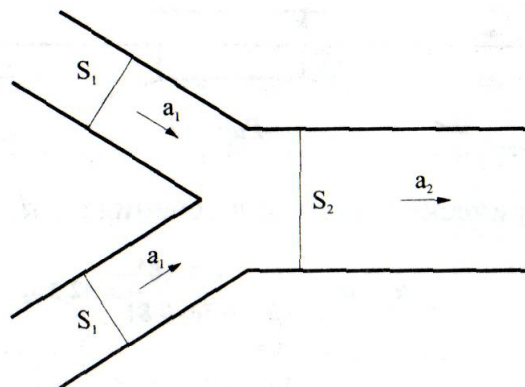

Рис.10
20. В поток жидкости, с расходом Q_1 , и поперечным сечением S_1 , вливается другой поток той же жидкости с расходом Q_2 (рис. 10). Определить площадь живого сечения бокового притока S_1 и сечение потока после слияния S_0 , считая скорости во всех сечениях одинаковыми.